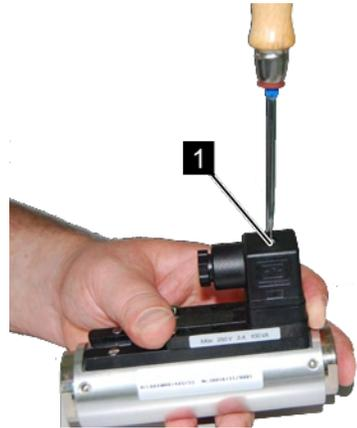

Abb. 57: Steckerdose lösen
1. ▶ Mit einem Schlitzschraubendreher die Befestigungsschraube (Abb. 57/1) der Steckerdose lösen